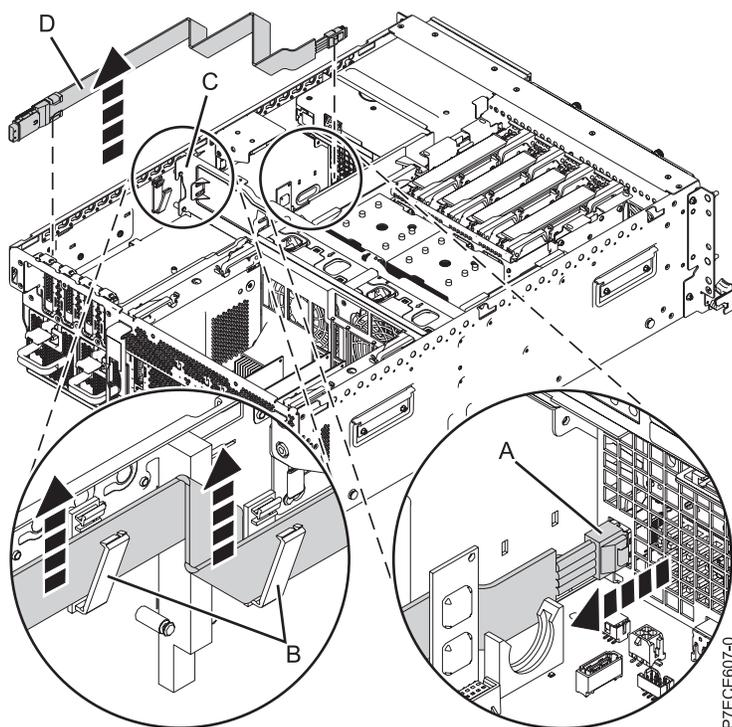

Figure 110. Retrait du câble SAS
3. Si nécessaire, retirez le câble SAS existant ou l'obturateur (voir figure 110).
- a. Appuyez sur les taquets latéraux et retirez le capuchon SAS (A) de la connexion SAS sur le fond de panier système.
- b. Ouvrez le serre-câble (B) sur la paroi latérale. Le serre-câble s'ouvre à partir du haut.
- c. Retirez le câble SAS (D) du système.